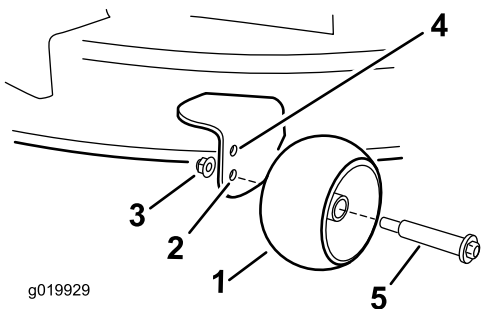

Рисунок 29
газонокосилки установлена в положение 63 мм и ниже (Рисунок 29).
- Нижнее отверстие — используйте это положение, когда высота скашивания деки газонокосилки установлена в положение 76 мм и выше (Рисунок 29).